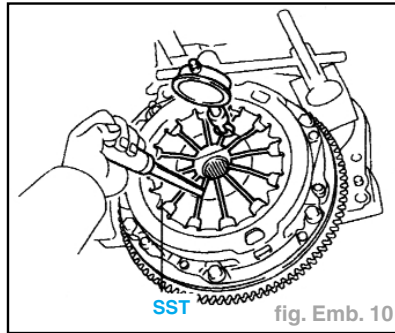

fig. Emb. 10
- A l'aide d'un comparateur à cadran équipé d'un galet, vérifier l'alignement des extrémités du ressort à diaphragme (fig. Emb. 10).